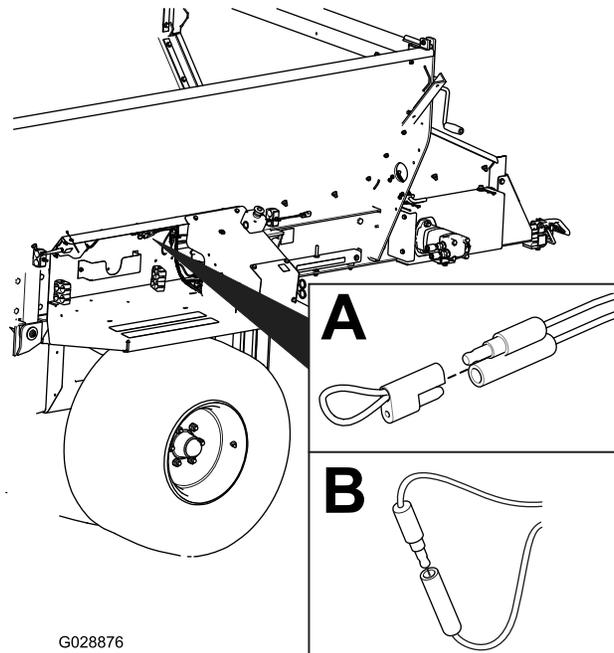

Figura 64
2. Retire a tampa dos dois conectores de diagnóstico shunt (Figura 64, A).
3. Ligue os conectores de diagnóstico do shunt em conjunto (Figura 64, B).